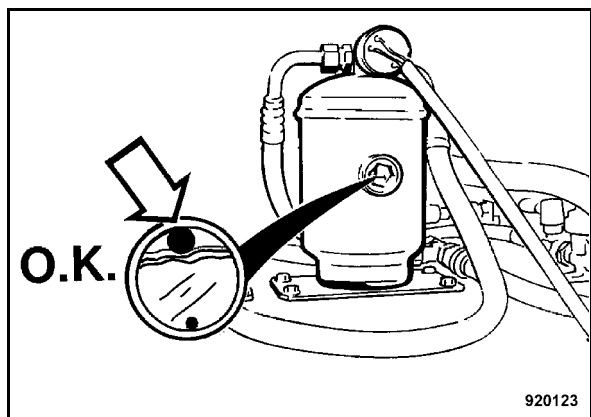

Fig. 146
- Comprobar si el flotador esférico blanco (Fig. 146) se encuentra arriba de todo en el cristal de observación de la unidad secadora / colectora.